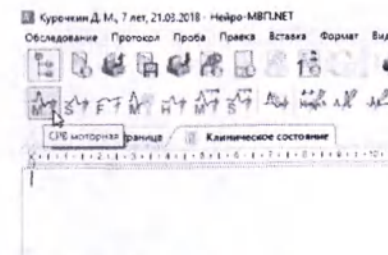

Рис. 31. Выбор пробы «CPV моторная»
1. С помощью левой кнопки мыши активируйте кнопку «CPV моторная» (рис. 31).